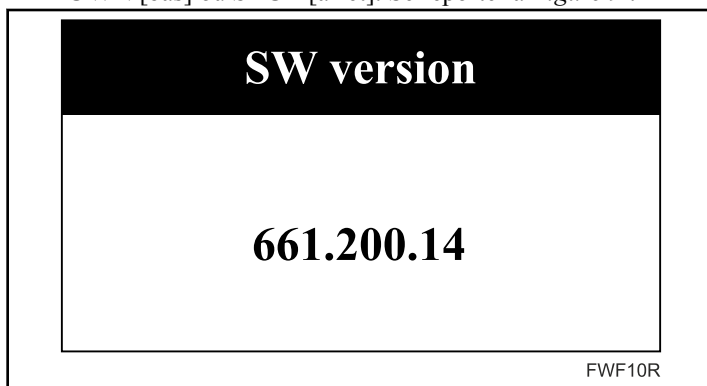

Figure 9
- Pour revenir au menu, appuyer sur n'importe laquelle des touches qui suivent : **FUNCTION** [fonction], **UP** [haut], **DOWN** [bas] ou **STOP** [arrêt]. Se reporter à *Figure 9*.